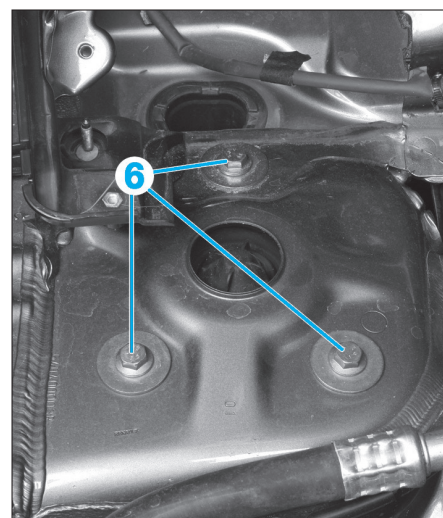

FIG. 3
- le support (2) du flexible de frein,
- l'écrou supérieur (3) de la biellette de barre stabilisatrice sur le pied d'amortisseur,
- l'écrou de la biellette (4) de direction,
- les boulons (5) du pied d'amortisseur.
- Déposer les vis (6) supérieures de fixation de l'amortisseur (Fig.3).